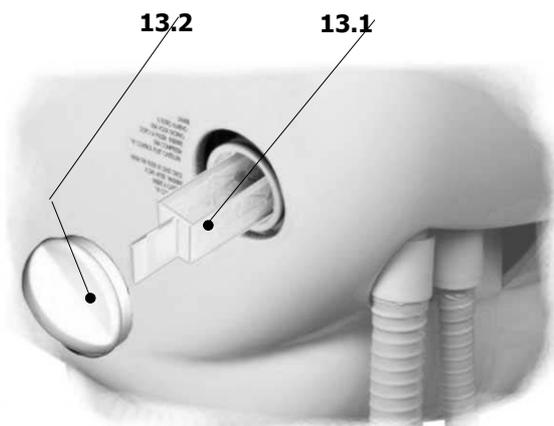

Fig. 13 - Filtration du système d'aspiration
- retirer le Bouchon à pression (détail **13.2** – fig. 13),
FILTRE DU SYSTÈME D'ASPIRATION (Fig. 13)
- extraire le Bouchon du filtre (**13.2** - Fig. 13);